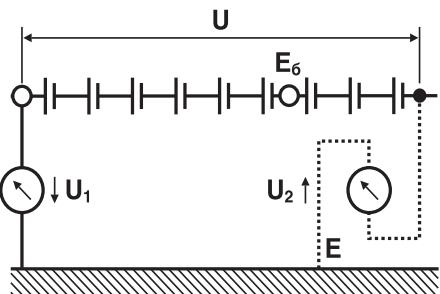

Рис. 8
3.3.2. Измерение с помощью вольтметра. (рис. 8).